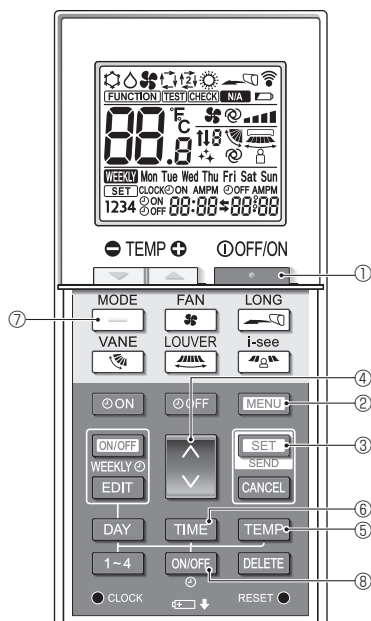

Fig. 6-9
1. Pulse el botón [●] ① para detener el acondicionador de aire.
2. Pulse el botón [MENU] ②. Se mostrará la pantalla de configuración de funciones y parpadeará el n.º de función Ⓐ. (Fig. 6-9) Pulse el botón [▲] ④ para cambiar el n.º de función.